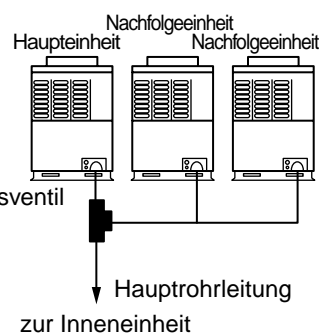

Abbildung 3
3) Achten Sie dabei aber auf die Ausrichtung des T-Stücks. (Wie in der Abbildung 3 dargestellt, kann das T-Stück nicht so ausgerichtet werden, dass das Kühlmittel direkt zur Haupteinheit fließt.)